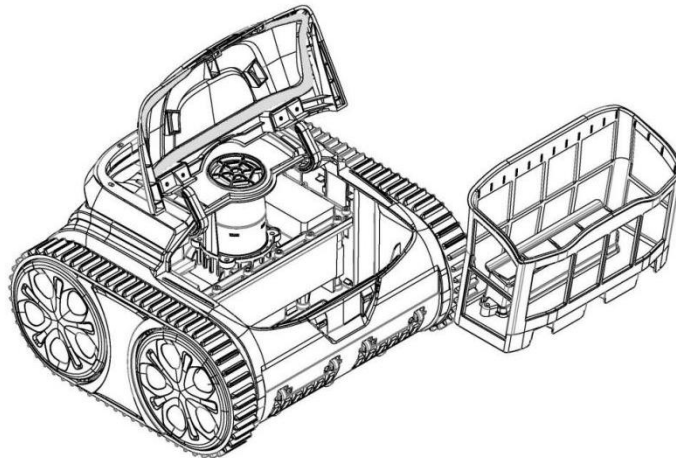

Рисунок 4-3
4.2.2 Извлеките корзину фильтра из пылесоса (Рисунок 4-3).